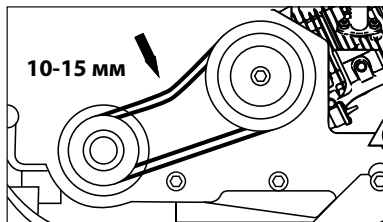
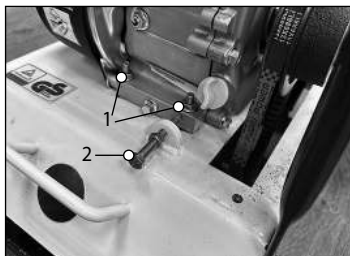

Рис. 18
Рис. 19
4. Правильно натянутый ремень при сильном нажатии пальцем должен прогибаться примерно на 10-15 мм (рис. 18).
1. Ослабьте болты крепления двигателя 1 и болт регулировки натяжения 2 (рис. 19) и с помощью ассистента сдвиньте двигатель относительно вибратора для ослабления натяжения.
3. С помощью ассистента сдвиньте двигатель относительно вибратора для натяжения ремня, как показано на рис. 18, зафиксируйте двигатель с помощью болта регулировки натяжения ремня 2 (рис. 19).
3. С помощью ассистента сдвигая двигатель в сторону от вибратора, натяните ремень, как показано на рис. 18.